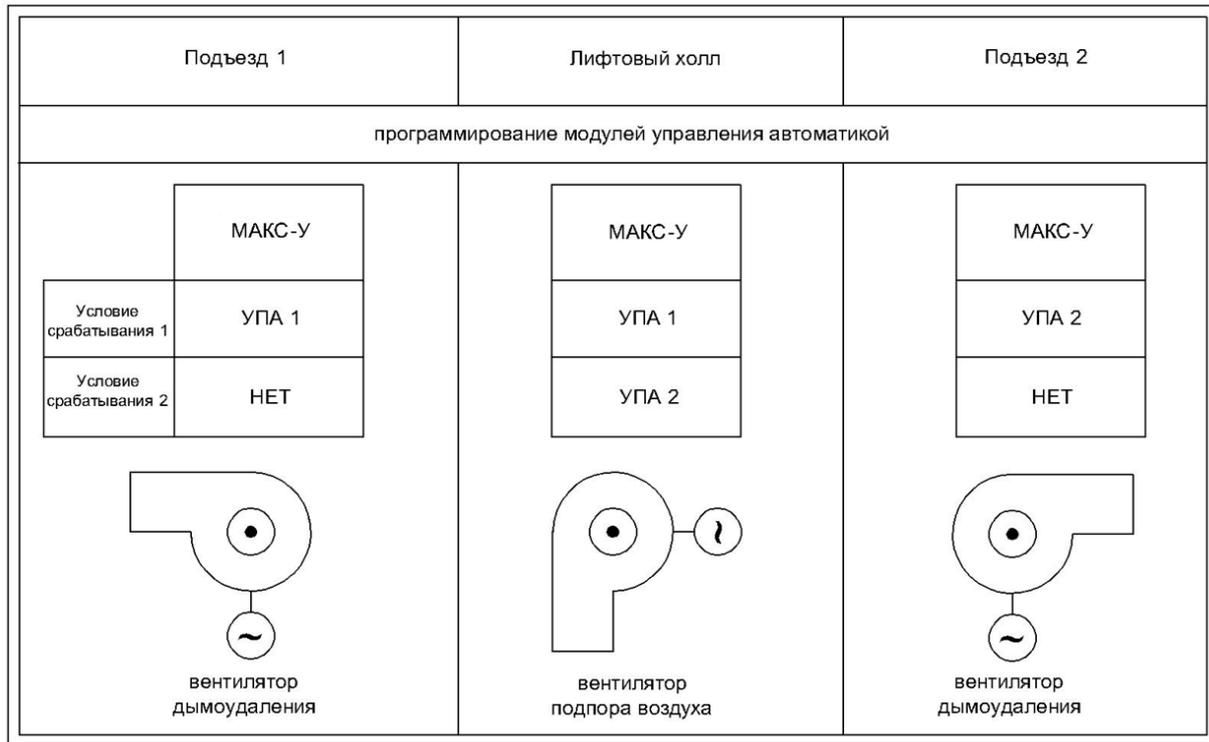

Рис.2. Пример программирования "общих" исполнительных устройств.
**А)** Для управления исполнительными устройствами, общими для двух групп УПА (например, сиреной), управляющему модулю могут быть заданы два условия срабатывания реле. На рис.2 дан пример программирования модулей, управляющих вентиляторами дымоудаления и вентилятором подпора воздуха в лифтовом холле, общем для двух секций жилого дома.